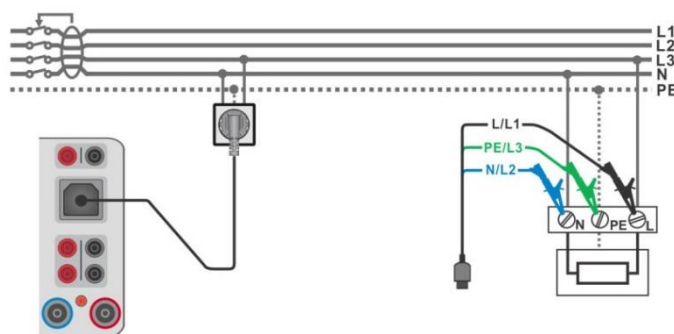

Abbildung 6.121: Anschluss des Commander-Prüfsteckers oder des 3-Leiter Prüfadapters
- › Abbildung 6.121
- › Schließen Sie den 3-Leiter Prüfadapter oder den Commander-Prüfstecker an den Prüfling an, siehe **Abbildung 6.121**.